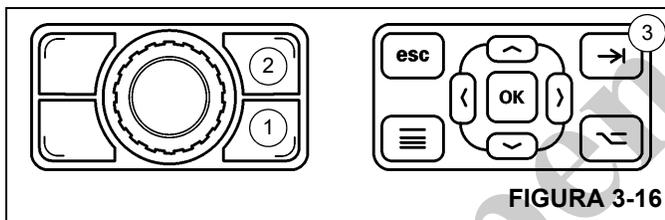

FIGURA 3-16
- Pressione o Botão de alternância de tela (1, Figura 3-16) no Botão rotativo para selecionar o controle de tela do RDM.
- Pressione o botão Tab (3, Figura 3-16) na Placa de controle de navegação do RDM.